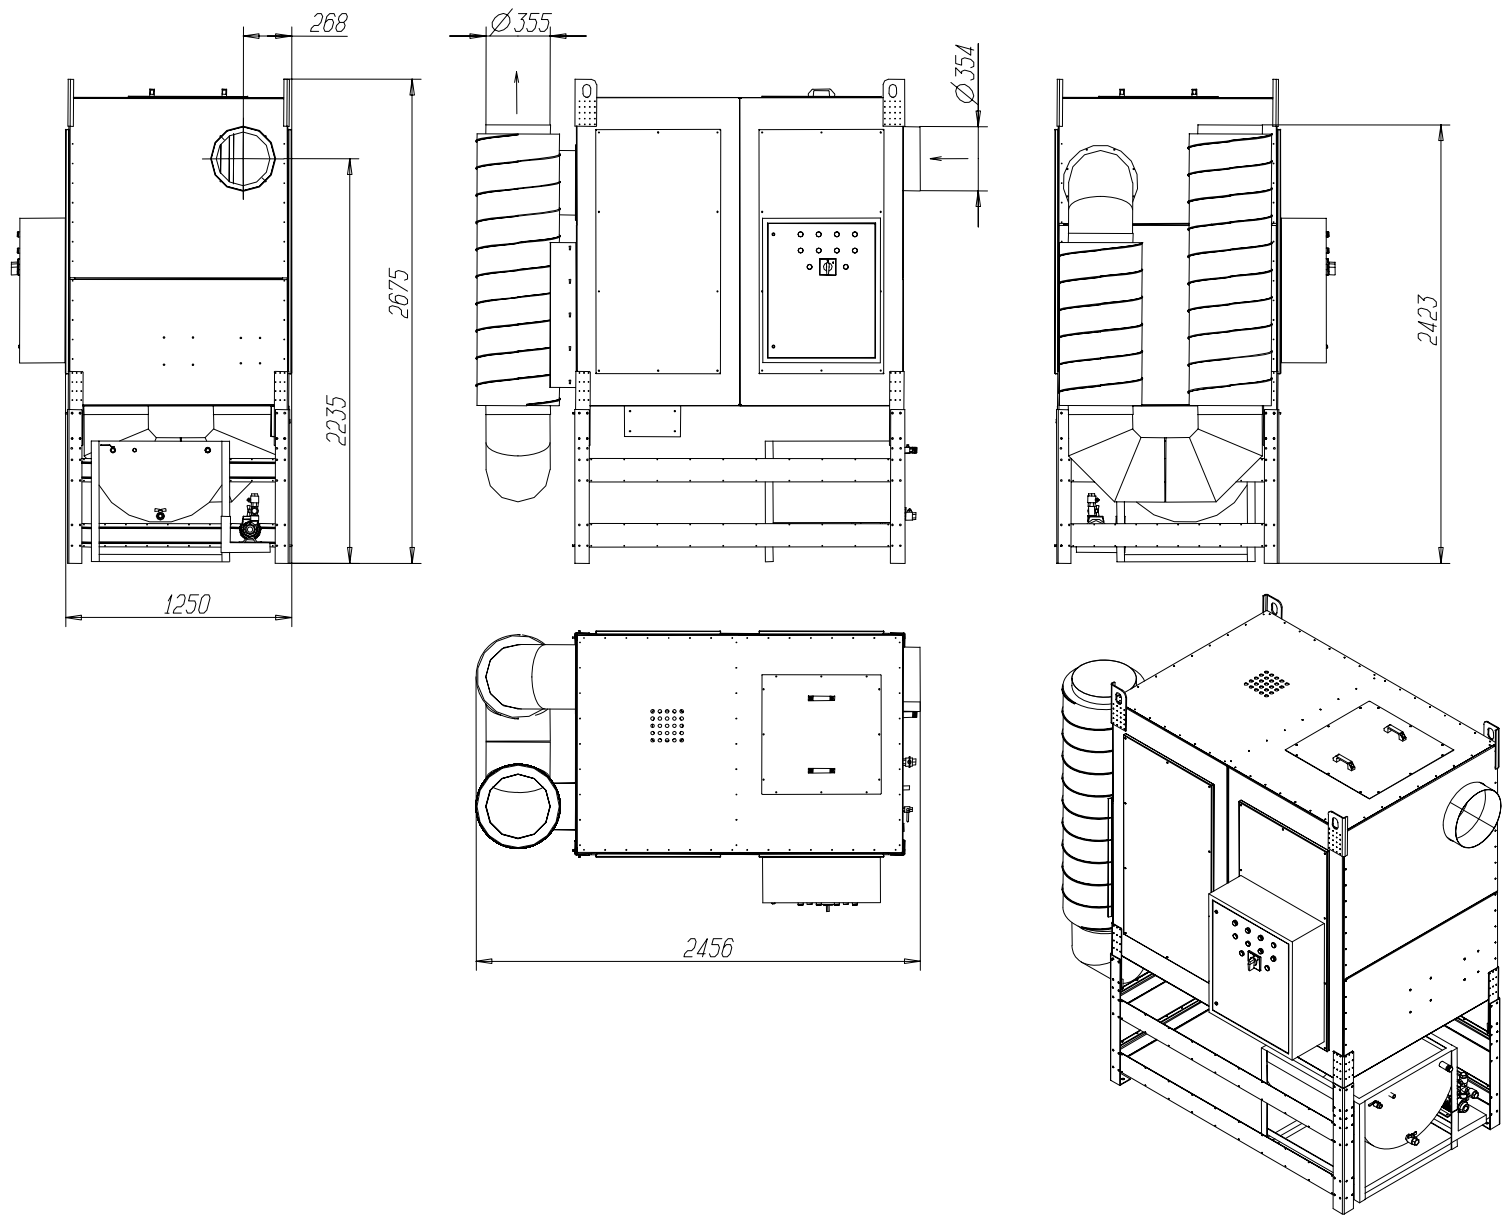
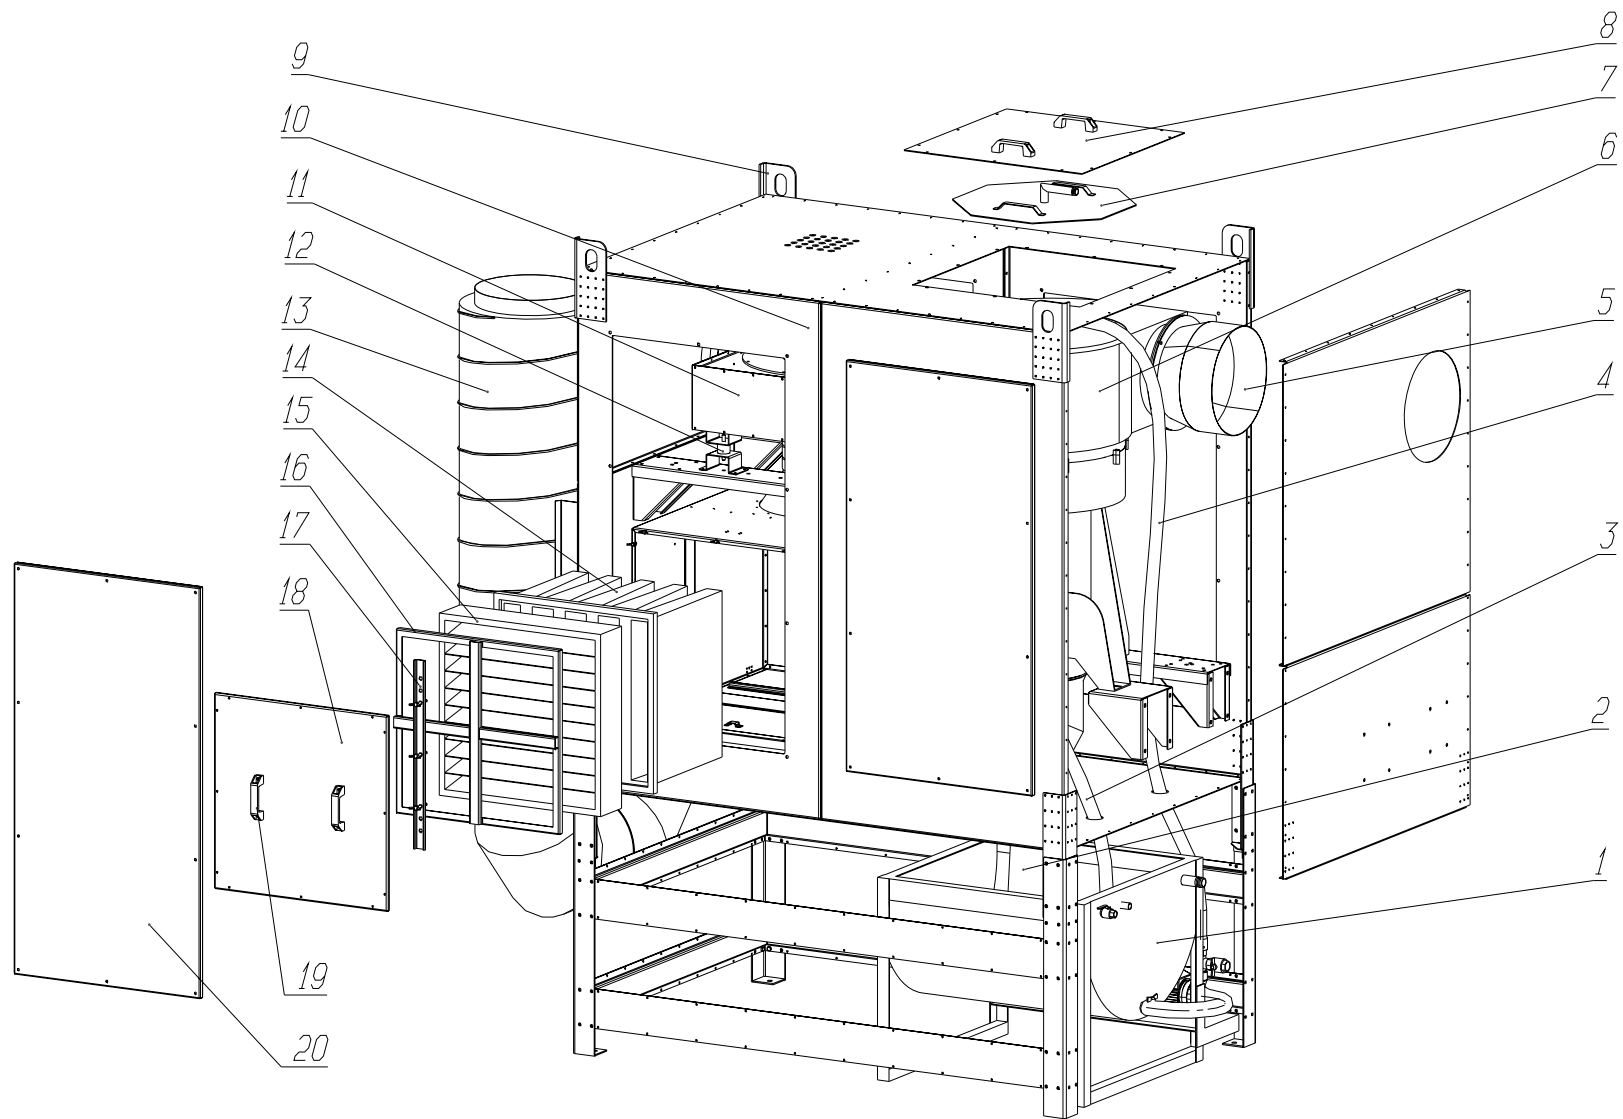
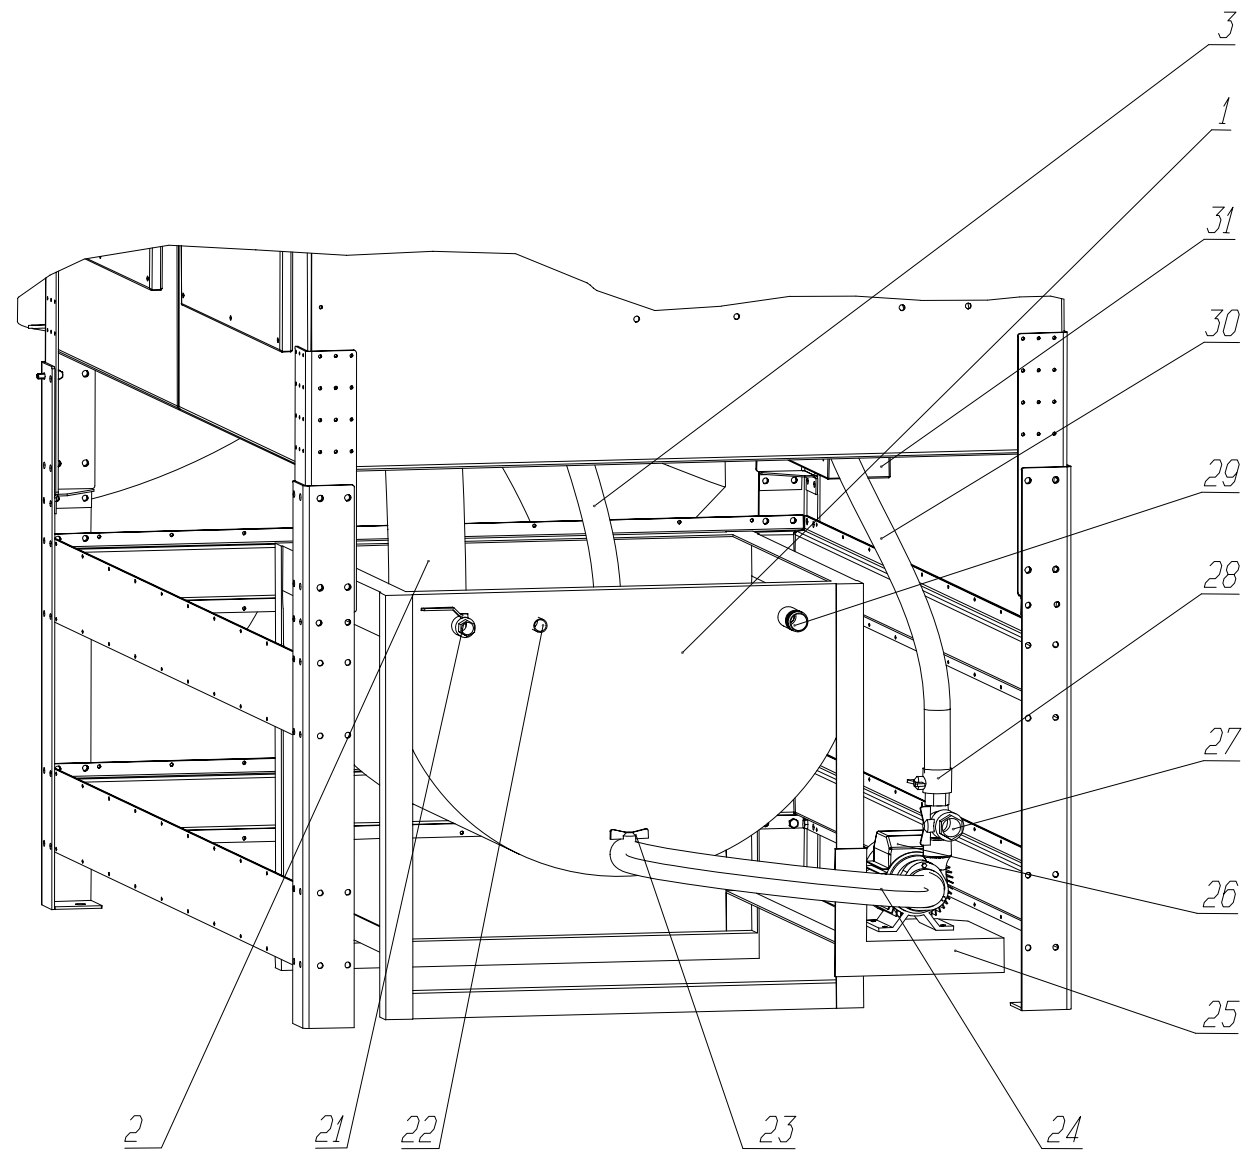
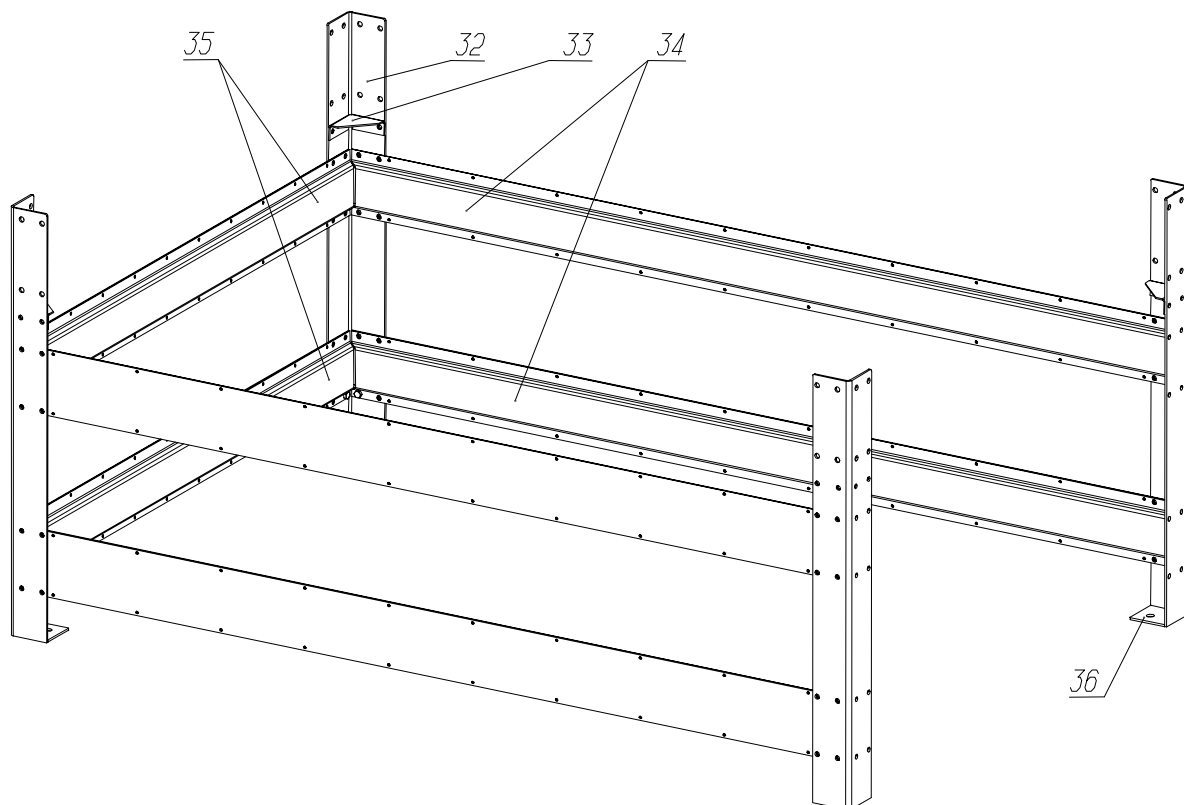

Рис. 1
Рис. 2 (щит управления (39) условно не показан)
Рис. 3
Рис. 4 Основание (38).
Конструкция Агрегата (рис.2) включает следующие основные блоки: основание (38) (см. рис.4), корпус (37), вихревой скруббер (6), радиальный вентилятор высокого давления (11), фильтры механической очистки (14,15), съёмные шумоизолирующие панели (20), бак (1), щит управления (39) (см. рис.1) с преобразователем частоты, электрический щит соединительный (31), шумоглушители (13).
Система водооборота установки включает (рис.3): бак (1) оборотной воды с установленным в нем грязевым насосом (26), шланг (24) забора воды из бака, напорный шланг (30) с краном (28) подачи воды в скруббер, шланги (2, 3) слива воды из скруббера, штуцер подвода воды с поплавковым механизмом, установленный в отверстие (22), штуцер с краном (21) для ускоренного налива воды в бак, переливной штуцер (29), тройник с установленным на нем краном (27) для ускоренного слива воды из бака, кран со штуцером для слива воды из бака «самотёком».
Вихревой скруббер 6 (см. рис.2) включает в себя улитку с тангенциальным входным патрубком, соединённым соосно с присоединительным патрубком (5), крышку (7) со штуцером подвода воды. Внутри скруббера находятся вихревая контактная камера, завихритель, сепаратор, каплеуловитель.
Благодаря создаваемому вентилятором (11, рис.2) разрежению очищаемый воздух попадает в установку через входной патрубок (5, рис.2) вихревого скруббера (6), распределяется по периметру улитки и проходит через лопаточный направляющий аппарат вихревой камеры, формирующий равномерно распределенные по периметру тангенциальные струи на входе в камеру и течение вихревой структуры внутри нее.
Вода подается электронасосом (26, рис.2) из бака через кран (28) (см. рис.3) и шланг (30) на орошение улитки и вихревой камеры. Небольшая часть воды отводится на орошение входного участка улитки с помощью штуцера, расположенного на крышке (7). Вместе с воздухом вода поступает в вихревую камеру, где дробится струями воздуха на капли, которые вовлекаются в вихревой поток и отбрасываются к лопаткам направляющего аппарата вихревой камеры.
На выходе из вихревой камеры основная часть жидкости сбрасывается в карман сепаратора. Небольшая часть жидкости проходит вместе с воздухом через завихритель, подкручивающий поток. Под действием инерционных сил жидкость осаждается на трубе каплеуловителя и собирается в его кармане. Из карманов сепаратора и каплеуловителя через патрубки и сливные шланги (2,3, рис. 3) вода сбрасывается в бак (1, рис.3) на рециркуляцию.
Предварительно очищенный от загрязнений и освобожденный от жидкости воздух из вихревого гидрофилтра поступает в фильтры (14,15 см. рис.2) механической очистки, где последовательно проходит через фильтрующие элементы II и III ступеней очистки. Данные фильтрующие элементы осуществляют тонкую очистку воздуха. Высокая степень очистки позволяет в большинстве случаев возвращать воздух в помещение (режим рециркуляции).
Очищенный от загрязнений воздух после фильтров механической очистки поступает в вентилятор (11, рис.2), затем в глушители акустического шума (13) и выбрасывается в помещение либо в атмосферу.
Система управления Агрегата включает щит управления (39, рис.1), соединенный электрокабелями с сетью электропитания и соединительным щитом (31, см. рис.3), расположенным на корпусе Агрегата.
- предельного загрязнения механических фильтроэлементов – «ЗАГРЯЗНЕНИЕ ФИЛЬТРА». Сигнал на этот индикатор поступает от реле давления, находящегося в соединительном щите (31, рис.3)
- 5.1.1 Собрать основание(38) согласно рис. 4.
- 5.3. Установить бак оборотной воды (1, рис.2) согласно рисунку (Рис.3). Присоединить шланг (30) подачи воды в гидрофильтр к крану (28). Шланги (2,3) опустить в бак.
Для удобства очистки бака от донных отложений, его можно выдвигать, соблюдая осторожность, чтобы не повредить шланги (2, 3, 30 рис. 3) и электрокабель к насосу.
5.5. Щит управления (39) может устанавливаться на одну из панелей (20), кроме панели, которая снимается для доступа к фильтроэлементам (см. рис.2). На одной из панелей есть штатные отверстия для крепления щита управления (39). Щит может устанавливаться и вне корпуса Агрегата (например, на стене или колонне).
5.9. Подсоединить к входному патрубку (5, рис.2) воздухопровод вентиляционной сети. Рекомендуется подводящий воздухопровод расположить несколько выше входного патрубка Агрегата, чтобы случайные капли влаги не затекали в этот воздухопровод.
Во время эксплуатации установки необходимо контролировать загрязненность фильтрующих элементов II и III ступеней очистки (14, 15 рис.2) по индикатору «ЗАГРЯЗНЕНИЕ ФИЛЬТРА». При достижении предельного перепада давления (от 1500 до 3000 Па, в зависимости от типа применяемых фильтров) фильтрующие элементы необходимо заменить (см. раздел 8).